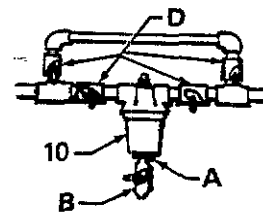

Fig 2
Instalar el filtro y los tubos de derivación conforme se indica en la Fig. 2. Un adaptador (A) y un grifo de vaciado (B) deben ser instalados en el bol (10) para reducir la presión del producto y vaciar el filtro antes de retirar el bol. Instalar 4 grifos de seguridad (D) apropiados: uno a la entrada del filtro, otro a la salida del mismo, uno a la entrada de la tubería y otro a la salida, para poder cambiar la dirección del producto y aislar el filtro durante la limpieza y el mantenimiento.